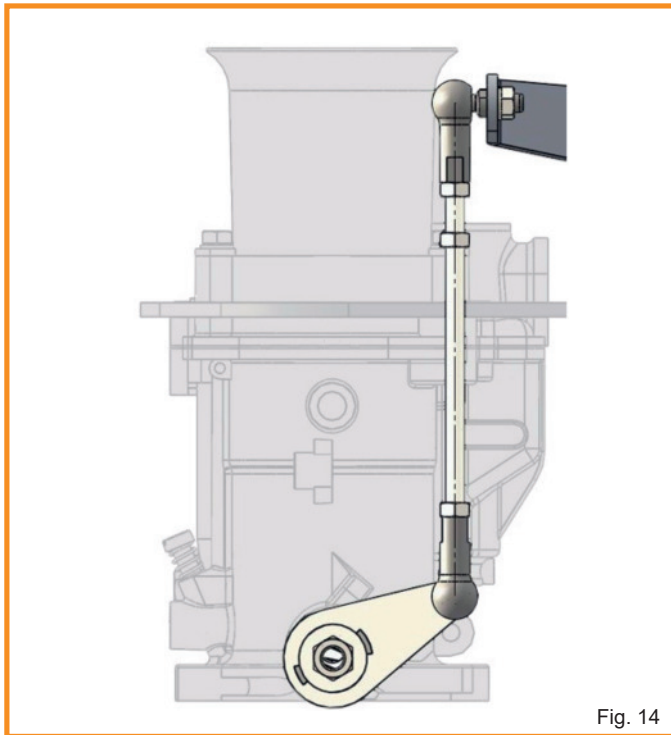

Fig. 14
- Adjust the top crossbar levers to left / right to make sure the pushrods are absolute perpendicular (Fig.14)
- Justieren Sie die Crossbar-Hebel nach links oder rechts so, dass die Schubstangen parallel zum Vergasergehäuse, absolut senkrecht verlaufen. (Fig.14)